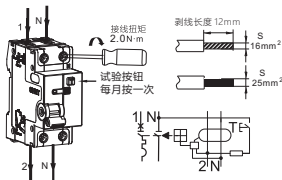

图5 接线方式
5.4 适用于铜导线连接，导线选择见表2，接线方式及剥线长度示意如下图5